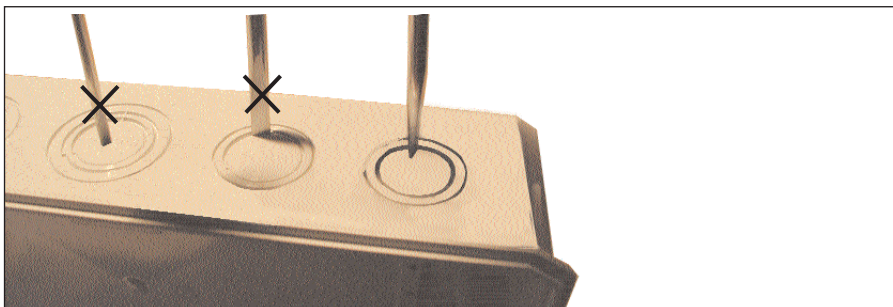

Abb. 9
4. Vorbereitung der Kabeleinführung. Mit einem passenden Schraubenzieher die vorgetanzten Kunststoffteile unter vorsichtigem vertikalen Klopfen auf den Schraubenzieher entfernen (Abb. 9).